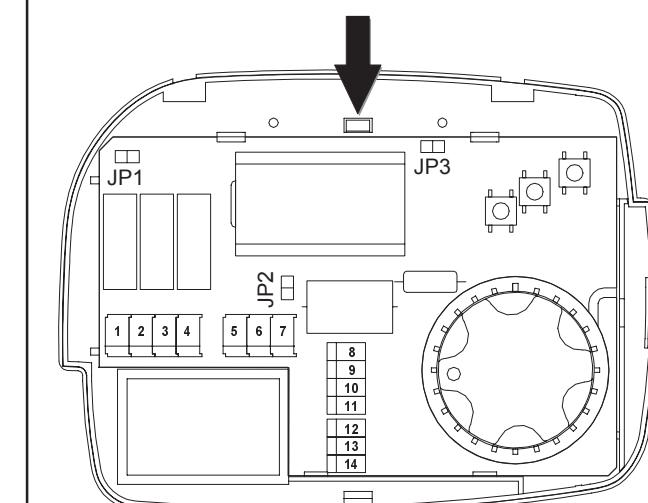

Fig. 4: Vista interna.
Durant la visualisation des paramètres, en appuyant une fois sur la touche vitesse, on fait apparaître sa valeur actuelle. Pour modifier cette valeur, quand celle-ci est visualisée, il faut appuyer une nouvelle fois sur la touche vitesse. Les paramètres de P01 à P10 sont programmables en appuyant plusieurs fois sur la touche vitesse jusqu'à l'obtention de la valeur désirée. Les paramètres successifs, qui sont modifiables selon une échelle de valeurs plus vaste se modifient en appuyant d'abord une fois sur la touche vitesse de façon à accéder au mode variation et en agissant successivement sur le bouton pour changer les valeurs. Les limites inférieures et supérieures du bouton seront redéfinies selon l'échelle de valeurs du paramètre sélectionné. Pour empêcher l'accès à la configuration de la part de personnes non autorisées, on peut enlever le cavalier interne (JP3) indiqué fig. 4; de cette façon si on tente d'accéder à la configuration on obtiendra un message d'erreur.
2. Desenganchar la placa pegada a la base del termostato pechando el diente de plástico indicado en Fig. 4 y al mismo tiempo, hacer presión a la placa hacia abajo hasta liberarla de la base.
El funcionamiento de fábrica del termostato es a 230V~ con el jumper en posición JP1. Para seleccionar la alimentación 24V~ es necesario ubicar el jumper JP1 (Fig. 4) en posición JP2 (Fig. 4). Como puede verse en figura 6 los bornes de alimentación son el 5 y el 6.